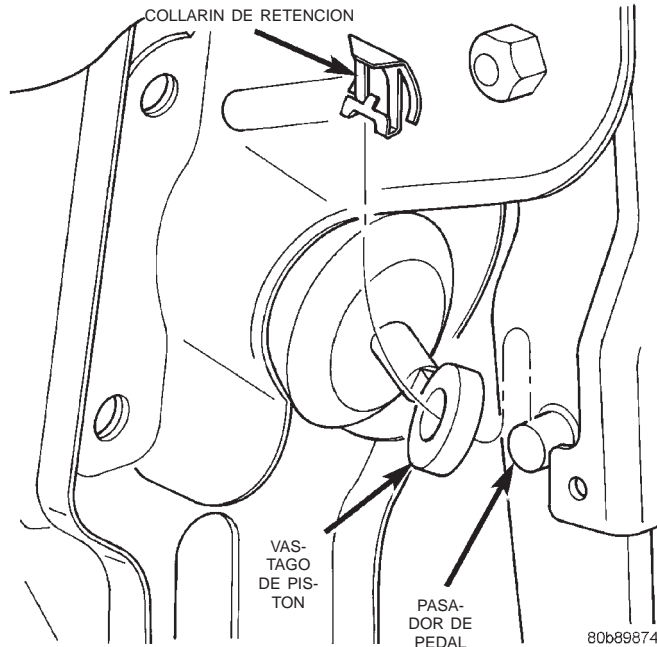
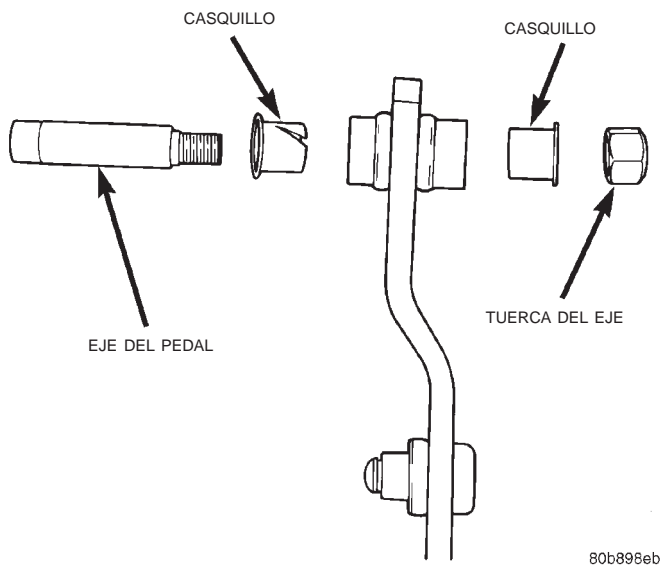

Fig. 17 Collarín de retención de vástago de pistón
Fig. 18 Casquillos del pedal
- (1) Retire el collarín de retención que fija el reforzador al pasador del pedal (Fig. 17).
- (2) Retire la tuerca del eje del pedal.
- (3) Deslice hacia afuera el eje del pedal y retire el pedal de freno.
- (4) Retire los casquillos del pedal (Fig. 18) si deben reemplazarse.